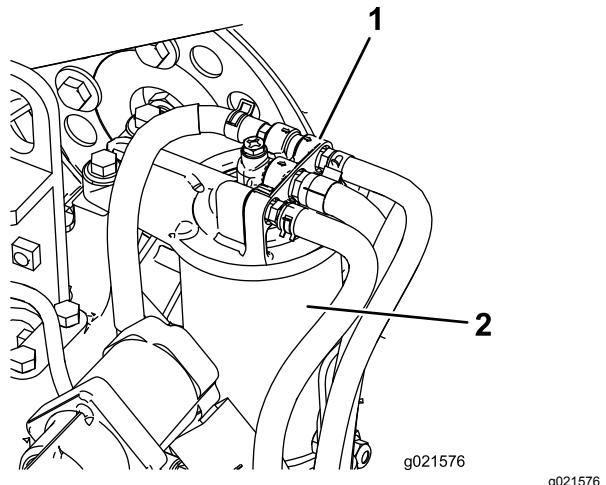

Figura 61
1. Limpie la zona alrededor de la cabeza del filtro de combustible (Figura 61).
2. Retire el filtro y límpie la superficie de montaje de la cabeza del filtro (Figura 61).